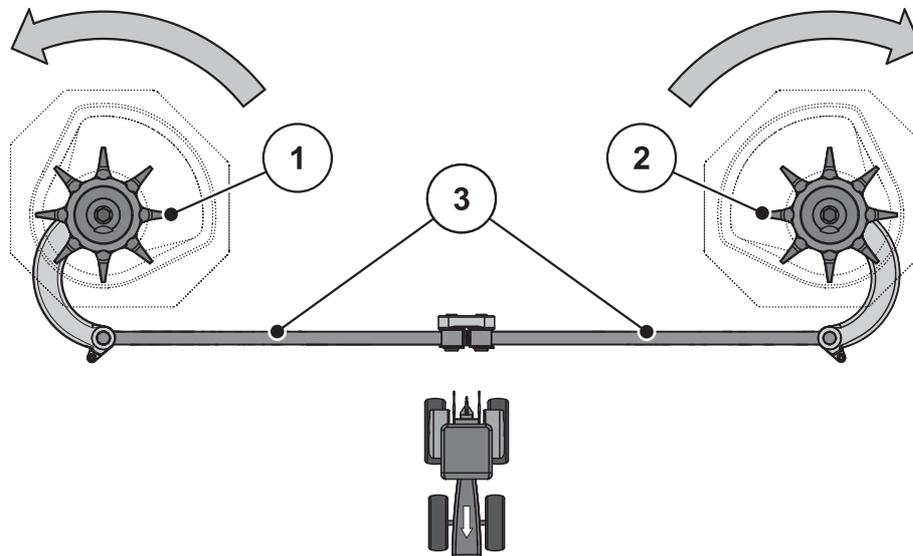

Figura 9.5: Controllare il comando del mescolatore
2. Ruotare manualmente la testa del mescolatore **nel senso di rotazione del disco di lancio**. Vedere figura 9.5.
3. Ruotare con forza la testa del mescolatore manualmente o con il nastro del filtro dell'olio **nel senso di rotazione contrario rispetto a quello del disco di lancio**. Vedere figura 9.5.